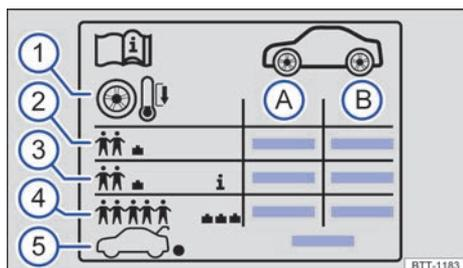

Fig. 203 Símbolos en el adhesivo de la presión de inflado de los neumáticos.
Datos que figuran en el adhesivo de la presión de inflado de los neumáticos → fig. 203:
En función del vehículo, el adhesivo de la presión de inflado de los neumáticos puede incluir una presión de inflado de confort → fig. 203 (3). La presión de inflado de confort permite aumentar el confort de marcha. Cuando se circula con la presión de inflado de confort, puede que se incremente el consumo de combustible.